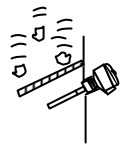

Fig. 1d
- 2) Não instale a chave em locais onde ocorre entrada de material, uma vez que o impacto deste com a haste pode danificá-lo. Caso não seja possível colocar a chave em outro local, instale um anteparo sobre a haste para protegê-lo (observe a Fig. 1d).